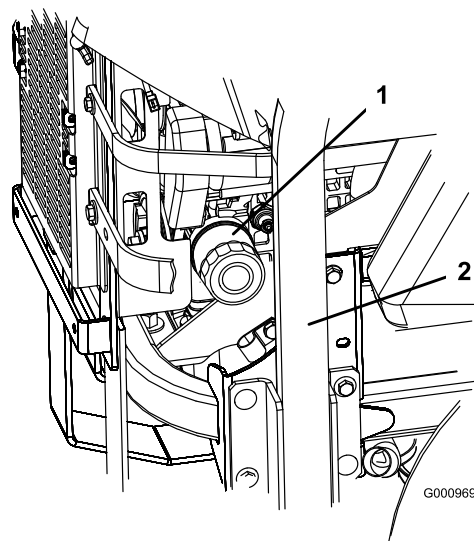
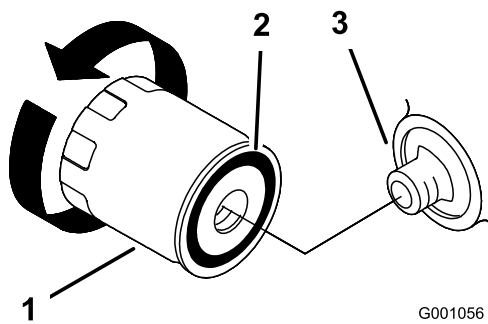

Bild 39
Bild 40
2. Drehen Sie den Ölfilter zum Entfernen nach links (Bild 39 und Bild 40).